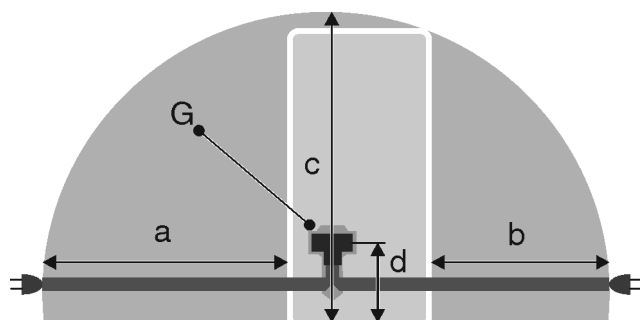

Fig. 52
- Steckdose liegt außerhalb des Geräterückseitenbereichs im gegebenen Bereich Fig. 52 (a, b, c).
- ▶ Gerätestecker Fig. 52 (G) auf der Rückseite des Gerätes einstecken. Auf richtiges Einrasten achten.